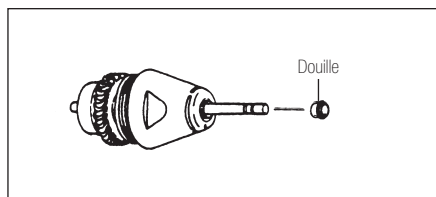

Fig.14
- 2) Placez le guide le plus long de la douille à l'extrémité du manche du rotor tout d'abord le long de la fraise test (Fig. 14).